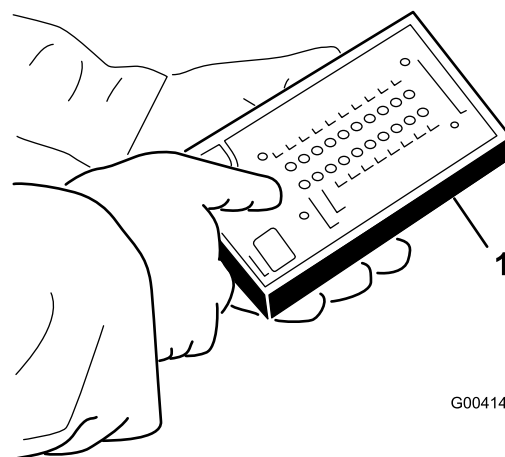

Рисунок 39
5. Подсоедините разъем диагностического дисплея ACE к соединителю жгута проводов (Рисунок 39).